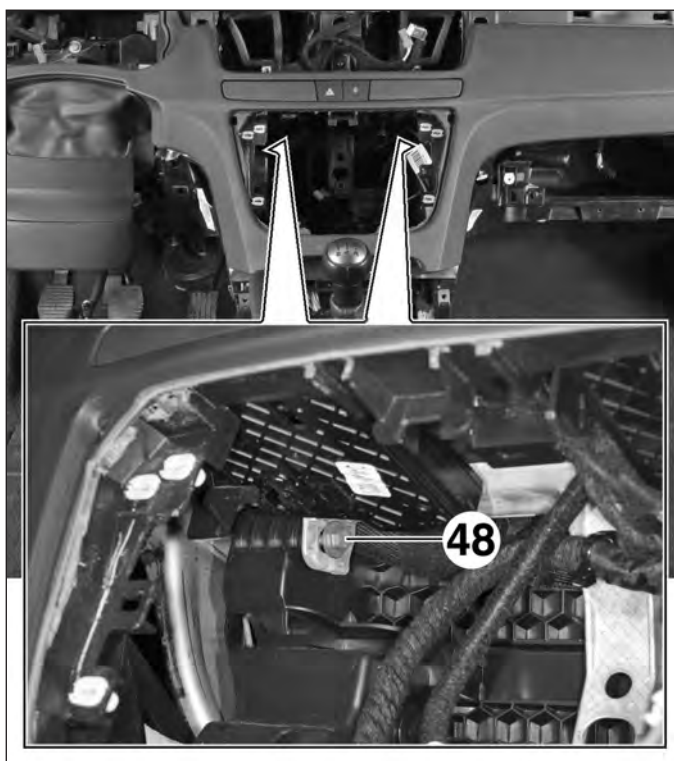

FIG.48
- les vis centrales (48) (Fig.48),